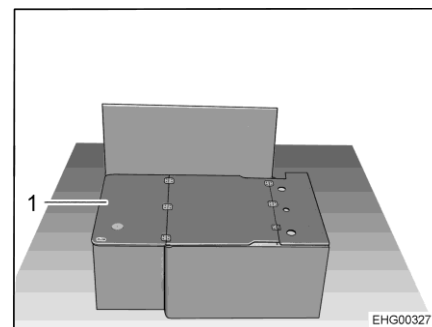

Fig. 20 Banquette longitudinale sans coussin
- Rabattre la planche (Fig. 20,1) de 180° et la poser sur le couvercle du coffre de banquette.